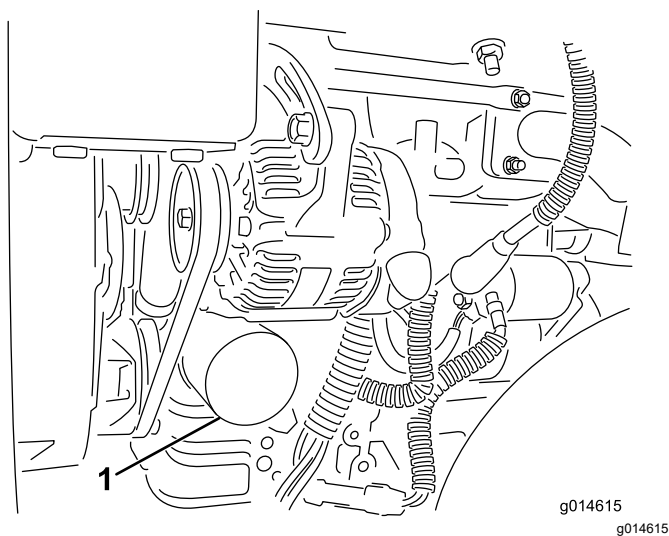

Рисунок 33
2. Снимите масляный фильтр (Рисунок 33). Нанесите тонкий слой чистого масла на прокладку нового фильтра.